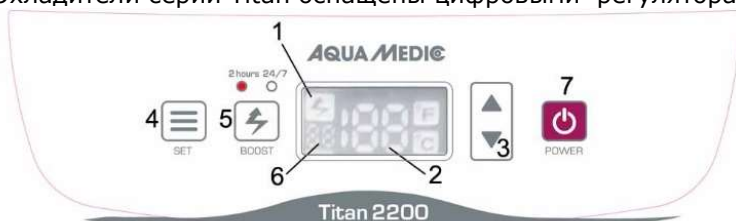

Рис. 1: Дисплей Titan 200 – 2200
**Программирование:** в обычном состоянии прибор показывает текущую измеряемую температуру. Для выключения нажмите и удерживайте кнопку питания (рис. 1, №7) до тех пор, пока дисплей не погаснет.
**Функция Boost:** нажатие клавиши BOOST (рис. 1, № 5) увеличивает мощность вентилятора. Это позволяет охладителю быстрее рассеивать тепло, но он в тоже время становится громче. Функцию Boost можно активировать только на два часа (светодиод под цифрой 2 часа светится) или постоянно (светодиод под значком 24/7 светится).